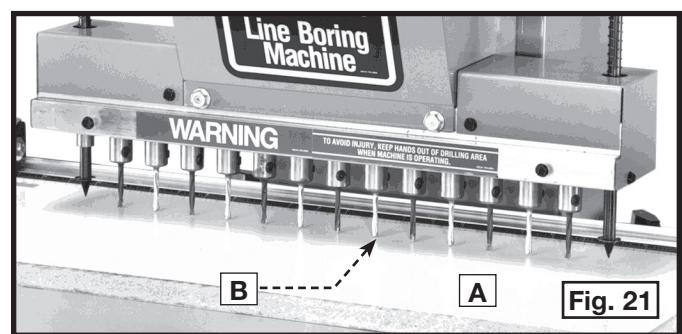

Fig. 21
1. Posez un morceau de bois plat (A), fig. 21, sur la table, contre le guide. Abaissez la poignée d'utilisation jusqu'à ce qu'une mèche QUELCONQUE (B) entre en contact avec le bois (A).